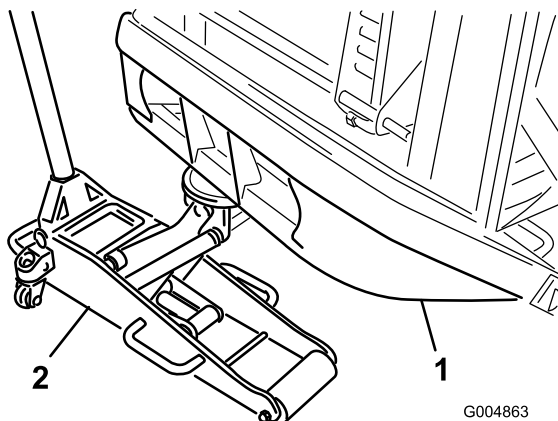

Figure 7
2. Placez une chandelle sous chaque moteur de roue et un cric rouleau sous le pare-chocs arrière (Figure 7), ou utilisez un palan.